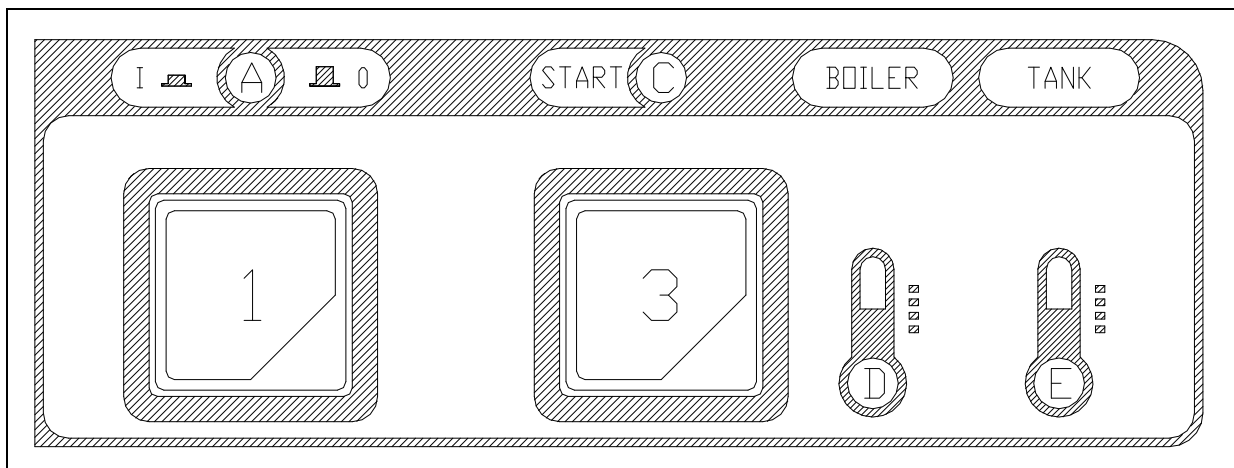

Fig. 3-2
- A riempimento avvenuto, aprire la porta (I) e introdurre il detersivo (ca. 2 gr. Per litro di capacità della vasca). Inserire il cesto (L) carico e chiudere la porta (I). A questo punto premere il pulsante START (3) (almeno per 2 secondi) e avrà inizio il ciclo di lavoro visualizzato dalla lampada spia (C): la fine del ciclo coincide con lo spegnimento di questa spia. Per spegnere la macchina si dovrà disinserire l'interruttore (1) portandolo nella posizione (0) spia (A) spenta. (fig.3-2÷3-3).
- When the water intake cycle is complete, open the door (I) and add detergent (about 2 g. per litre of tank capacity). Position the full basket (L) and close the door (I). Now press the START button (3) (at least for 2 seconds) and the wash cycle displayed by light (C) will start. When the cycle is over, this light goes out. To turn off the appliance, turn the switch (1) to 0. Light (A) indicates the appliance is off (fig.3-2÷3-3).
- Nach erfolgter Füllung die Tür (I) öffnen und das Spülmittel einfüllen (ca. 2g/l Fassungsvermögen des Spülbehälters) Den gefüllten Geschirrkorb (L) einsetzen und die Tür (I) schließen. Nun die START-Taste (3) mindestens 2 Sekunden lang drücken, und das Spülprogramm beginnt, die Kontrolllampe (C) leuchtet auf und am Programmende erlischt die Kontrolllampe. Um das Gerät auszuschalten, muß der Schalter (1) auf die Position 0 gestellt werden, die Kontrolllampe (A) erlöscht (fig.3-2÷3-3).
- Lorsque le remplissage est terminé, ouvrir la porte (I) et verser le déterfif (environ 2 g pour chaque litre remplissant la cuve). Introduire le panier (L) plein et fermer la porte (I). A ce stade, presser le bouton-poussoir START (3) (au moins 2 secondes) et le cycle de fonctionnement commencera, visualisé par la lampe-témoin (C). La fin du cycle coïncide avec l'extinction de ce voyant. Pour arrêter la machine, il faudra débrancher l'interrupteur (1) en le ramenant sur la position 0: lampe-témoin (A) (fig.3-2÷3-3).
- Después del llenado, abra la puerta (I) y vierta el detergente (2 gramos aproximadamente por litro de capacidad de la cuba). Introduzca el cesto (L) carga y cierre la puerta (I). Pulse ahora START (3) (almenos durante 2 segundos) para arrancar el ciclo de trabajo: se enciende la luz testigo (C), que se apagará al final del ciclo. Para apagar la máquina desconecte el interruptor (1): posición 0, luz testigo (A) apagada (fig.3-2÷3-3).
- Após o enchimento abrir a porta (I) e adicionar o sabão (cerca de 2 gramas para cada litro de capacidade da máquina). Colocar o cesto (L) cheio com a louça e fechar a porta (I). A partir deste ponto, acionar o botão START (3) (pelo menos por 2 segundos) e iniciar o ciclo de lavagem, cujo funcionamento será indicado pela luz (C); ao final do ciclo a luz anteriormente indicada se apagará. Para desligar a máquina basta acionar o interruptor (1) até a posição 0 e assim a luz (A) se apagará.(fig.3-2÷3-3)